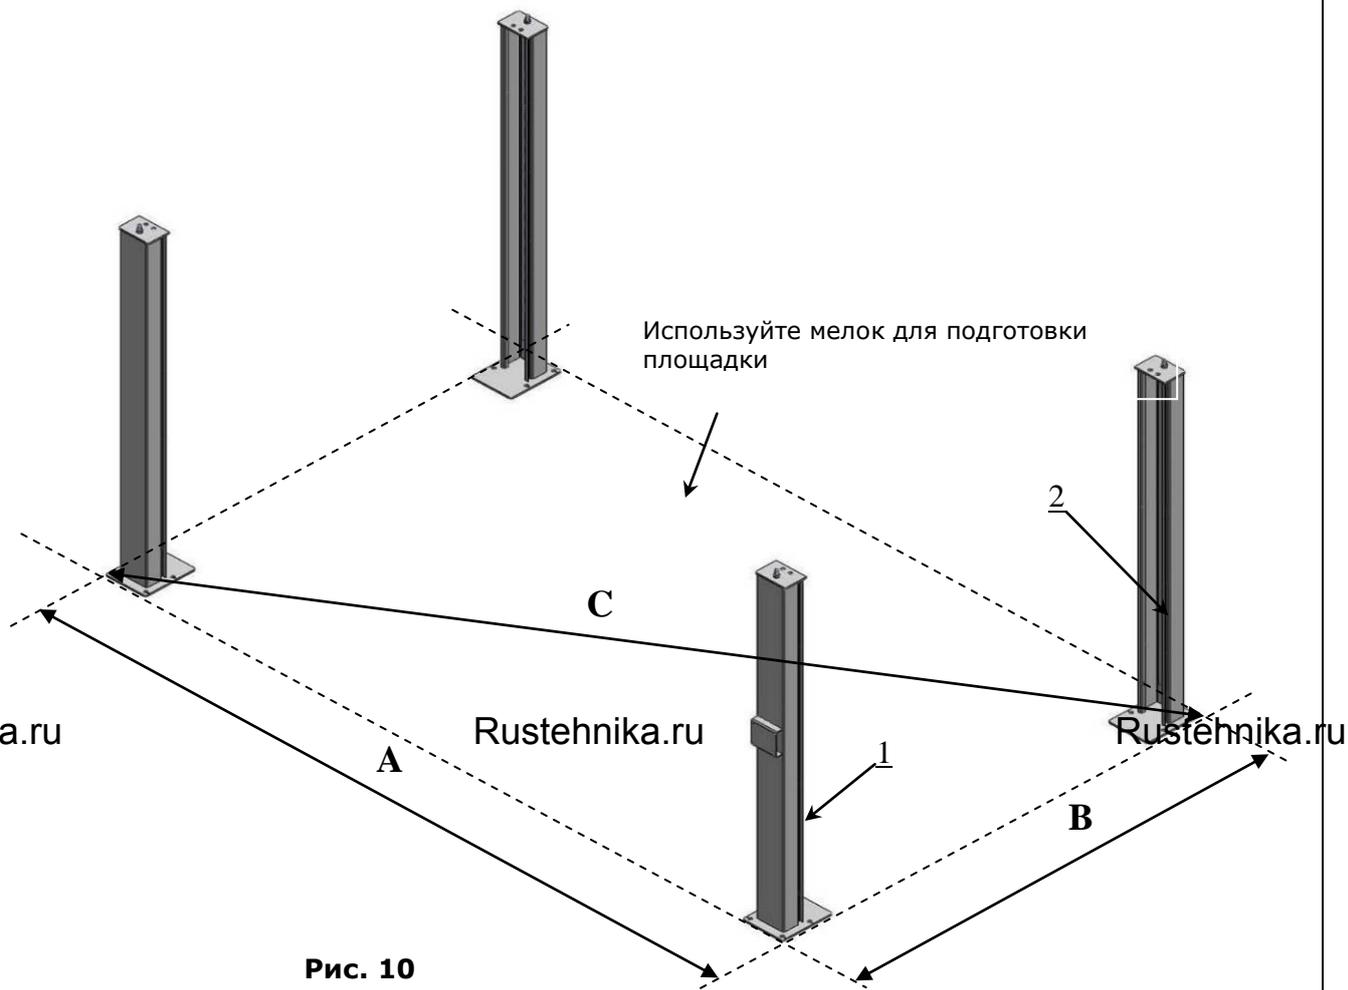

Рис. 9
7. Проверьте наличие крепежа (См.рис. 9).